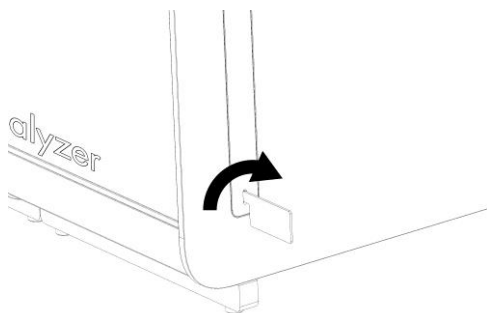

Рис. 12. Удаление защитных наклеек.
3. Удалите защитные наклейки с боковой стороны аналитического модуля с помощью инструмента для снятия защитных наклеек, входящего в комплект поставки QIAstat-Dx Analyzer 1.0 (рис. 12).